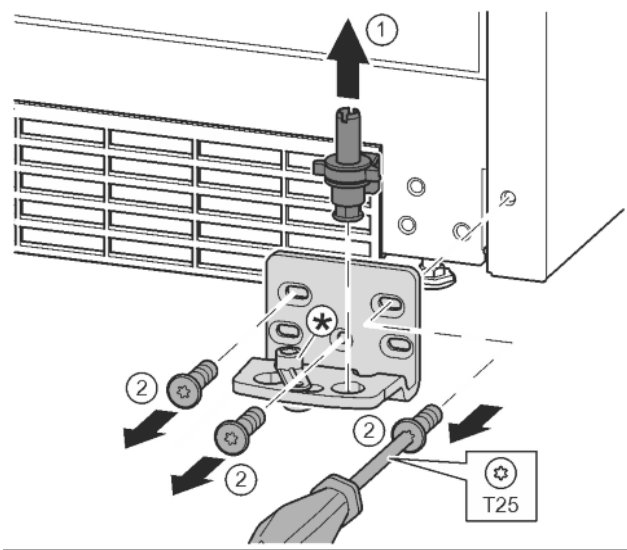

Fig. 12
- ▶ Извадете изцяло нагоре лагерния болт. Fig. 12 (1)
- ▶ Отвийте винтовете с отвертка T25 и сваляте лагерната стойка. Fig. 12 (2)